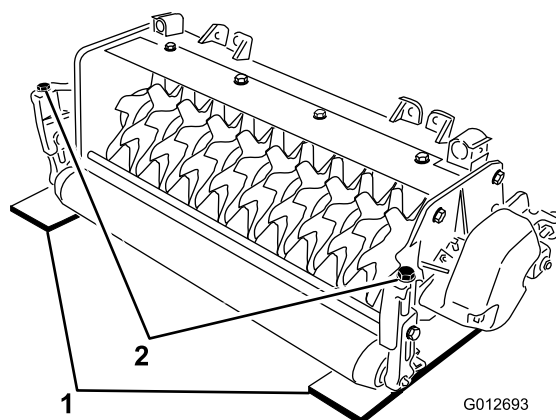

Figura 4
sob os rolos dianteiro e traseiro do cilindro da unidade de corte vertical (em cada extremidade do cilindro) (Figura 4).
3. Rode o parafuso de ajuste em cada suporte da altura de corte (Figura 4) de forma a que as lâminas do cilindro fiquem em contacto com a superfície nivelada em ambas as extremidades.